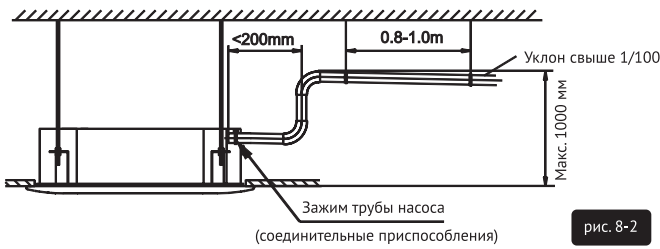

рис. 8-2
- Если необходимо сначала поднять трубопровод отвода конденсата для обеспечения последующего отвода конденсата самотеком, то выполните подъем настолько это возможно вертикально, но чтобы общая высота подъема не превышала 1000 мм от лицевой панели. В противном случае насос помпы не сможет поднять воду и вода будет стекать обратно после того как вентиляторный доводчик будет выключен (см. рис. 8-2).
1. Снимите защитную крышку и залейте в дренажный поддон через патрубок около 2 л воды (см. рис. 8-2).